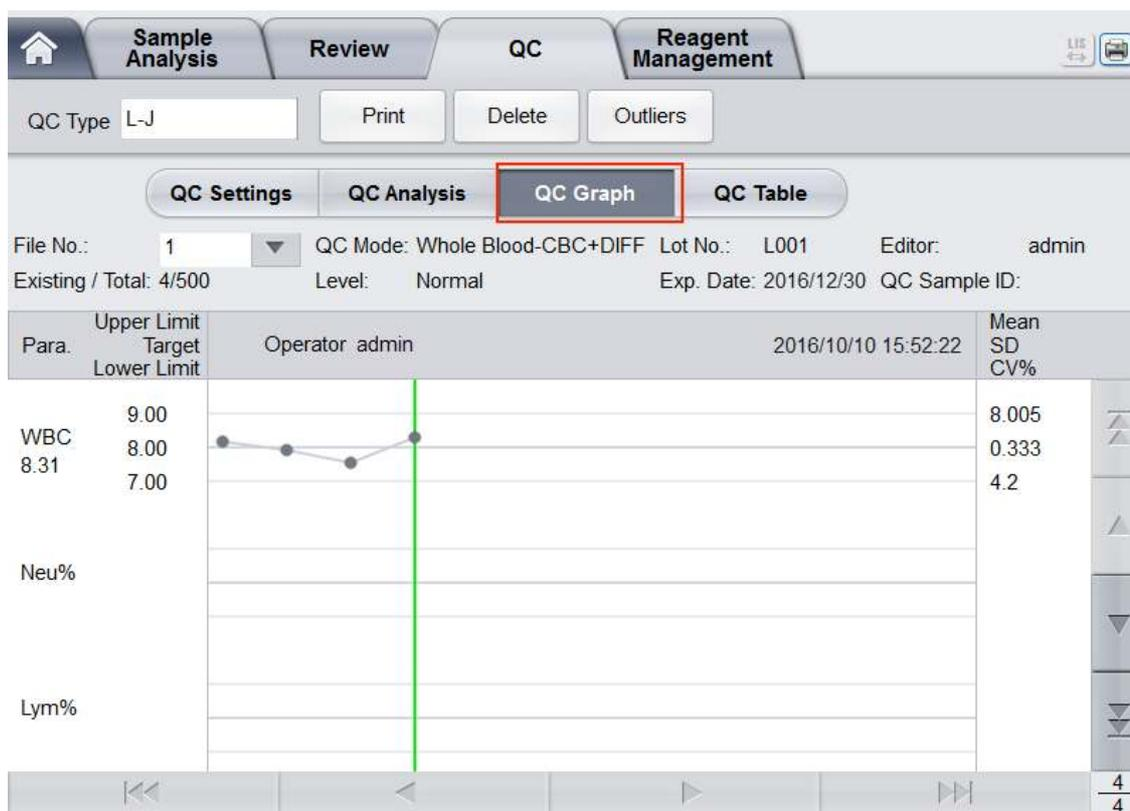

Рис. 6-31 Интерфейс графиков Леви-Дженнинга
2. Нажмите **График КК** для входа в интерфейс графиков, показанный на Рис. 6-31: